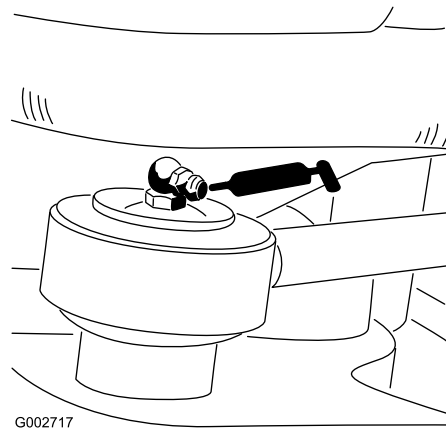

Figura 22
- Extremo de la biela de la dirección (1) – Modelo 08705 solamente (Figura 22)